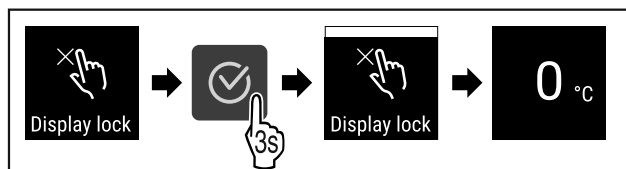

Fig. 96
- ▶ Izvedite zahtevane korake (glejte Fig. 96) .